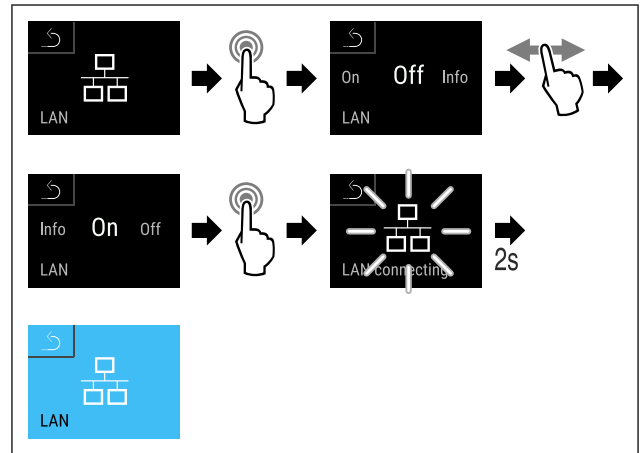

Fig. 126
- ▶ Seguir los pasos de procedimiento (consulte Fig. 126) .